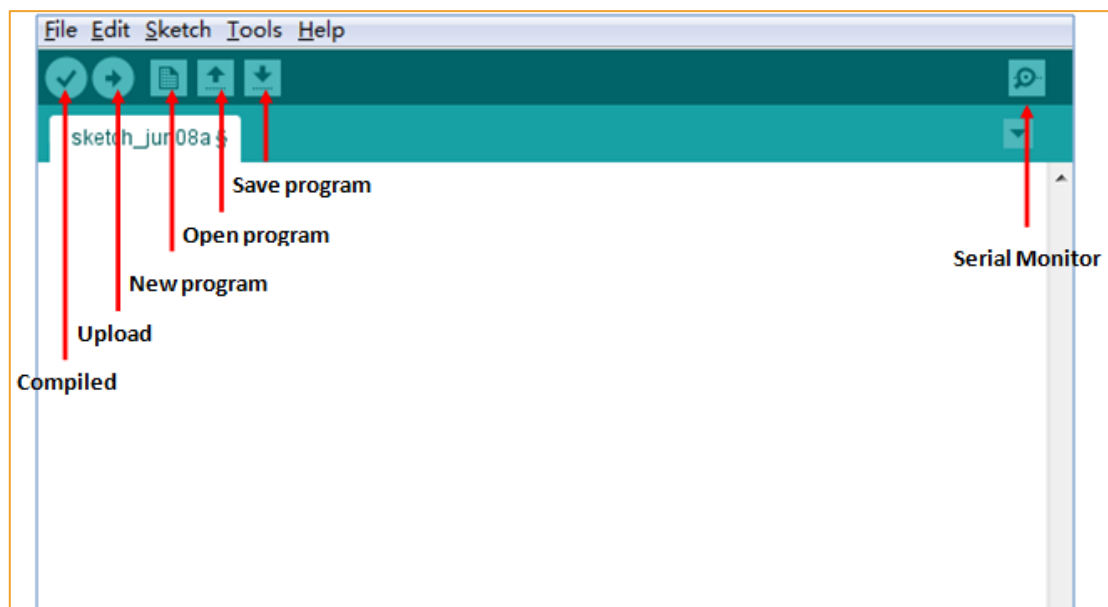

图 4-10 Arduino IDE 界面
1、首先映入眼帘的是下图的界面，工具栏按钮功能依次为“编译”--“上传”--“新建程序”--“打开程序”--“保存程序”--“串口监视器”，如图 4-10 所示。